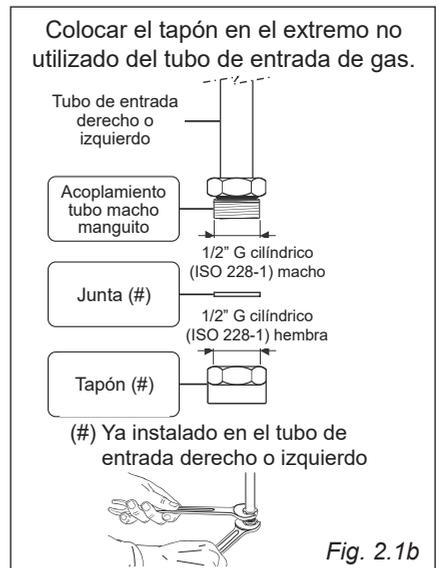

Fig. 2.1b
- El tubo de entrada no utilizado debe ser cerrado con el tapón y la arandela de sellado proporcionada (fig. 2.1b).